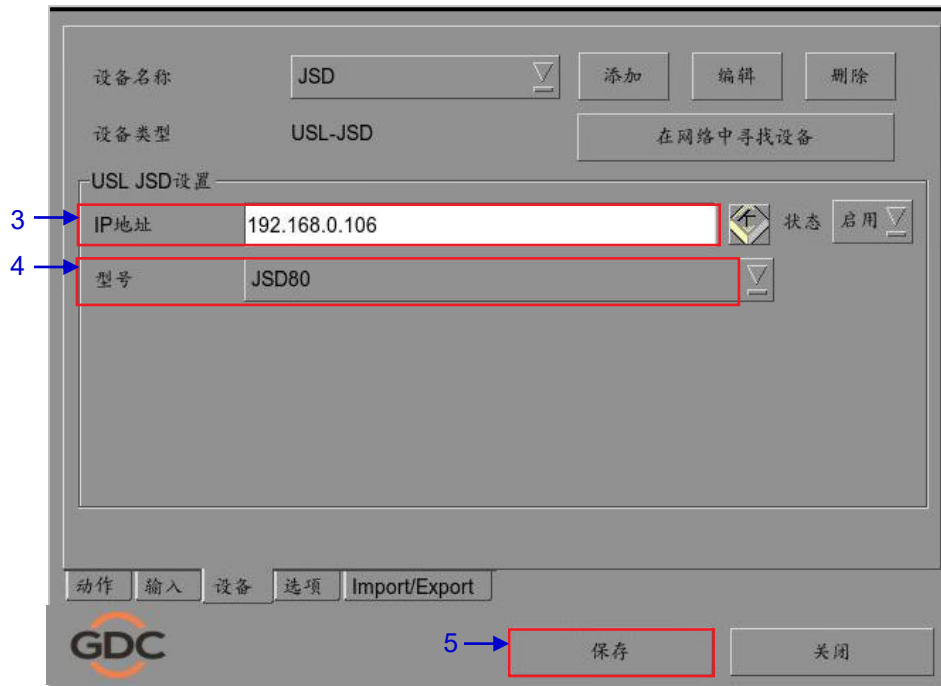

图 56 USL JSD 设备自动化设置
3. 输入 USL JSD 设备的 IP 地址（见图 56）。